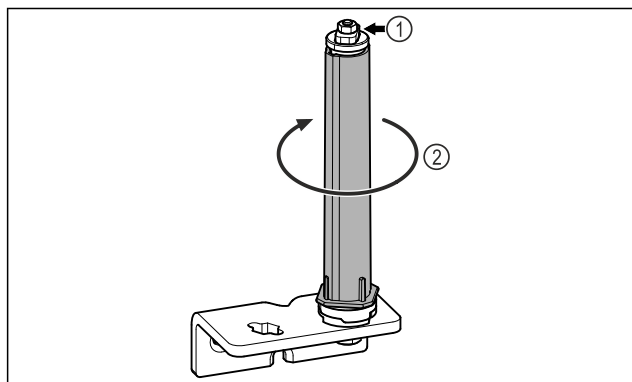

Fig. 21
- ▶ Не разбирайте систему закрытия двери Fig. 21 (1).
- ▶ Поворачивайте систему закрытия Fig. 21 (2) до щелчка.